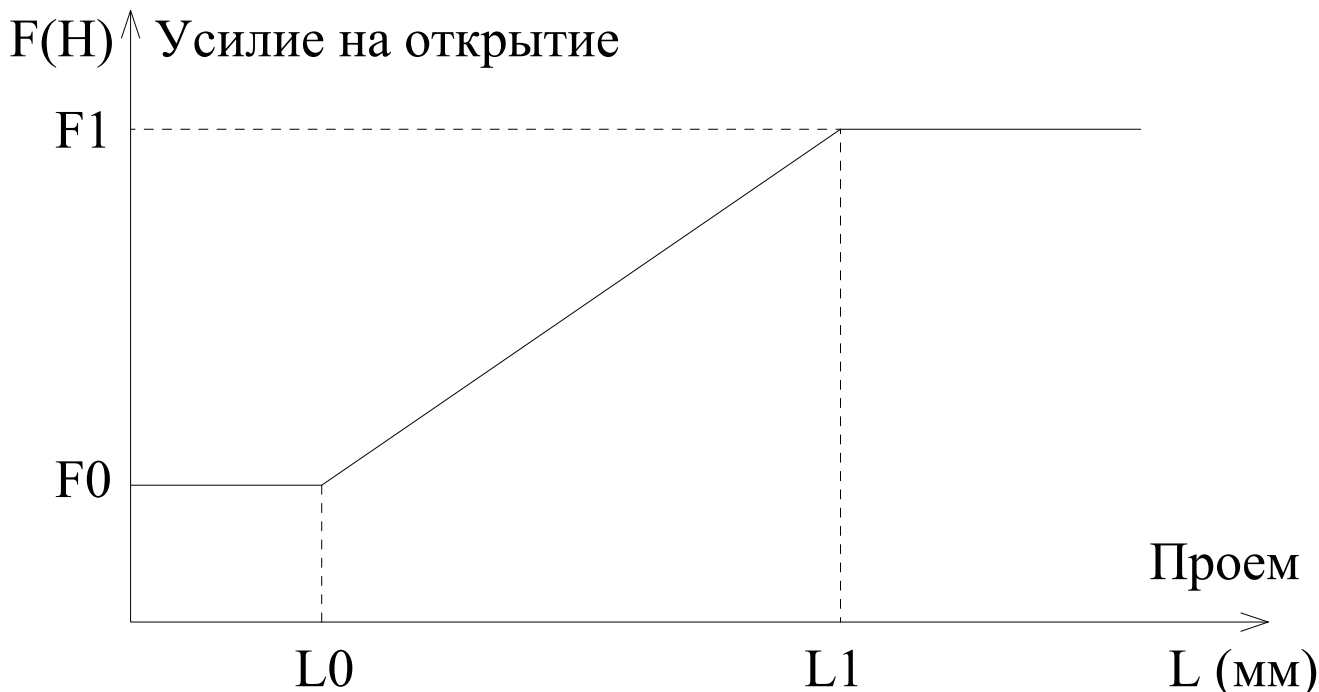

Рис. 7. Зависимость усилия на открытия от величины проема при автоматической установке сил после измерения проема ($F=f(L)$).
3.6.9.1. В параметрах **ТР.40 - ТР.44** – находятся параметры установки сил на открытие в зависимости от величины проема. Характеристика $F=f(L)$ зависимости общего усилия на открытие Fallo от величины проема L при автоматической установке сил после измерения проема показана на **рис.7**.